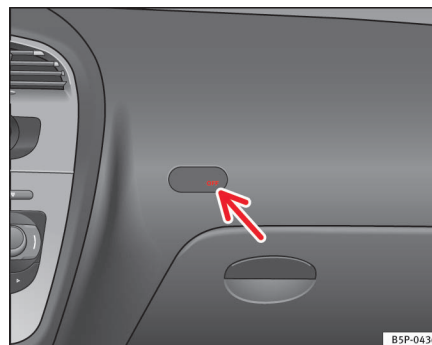

Fig. 27 Kontrollampe, der viser om forsædepassagerens airbag er frakoblet
- Kontroller, at kontrollampen OFF i instrumentpanelet ⇒ fig. 27 lyser, mens tændingen er tilsluttet ⇒ ⚠.
- Kontroller, at kontrollampen ⇒ side 42, fig. 27 ikke lyser, mens tændingen er tilsluttet ⇒ .